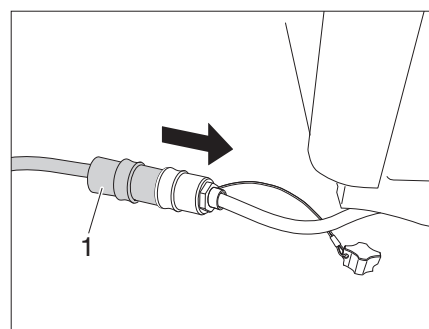

Fig. 61 Collegamento del cavo di prolunga
- Collegare il cavo di prolunga (Fig. 61,1) al blocco cucina e all'allacciamento elettrico nell'accesso del Campster.
- ▷ Utilizzare il cavo di prolunga (Fig. 61,1) solo quando si usa la cucina all'aperto.